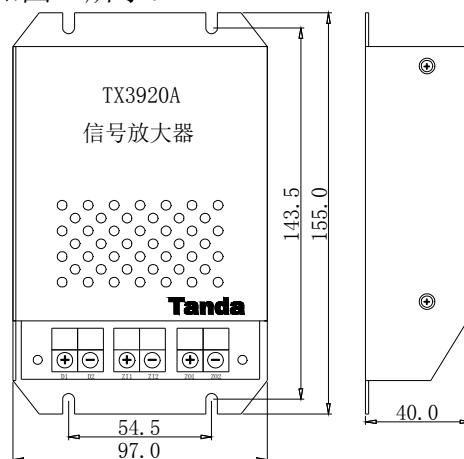

图 1
1. 信号放大器的外形示意图如图 1 所示：
1. 信号放大器安装尺寸如图 1 所示: